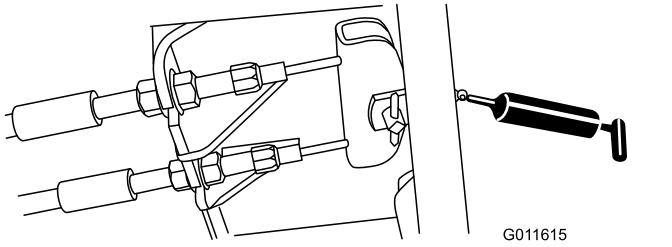

Рисунок 68
- Педаль тормоза (1 шт.) (Рисунок 68)